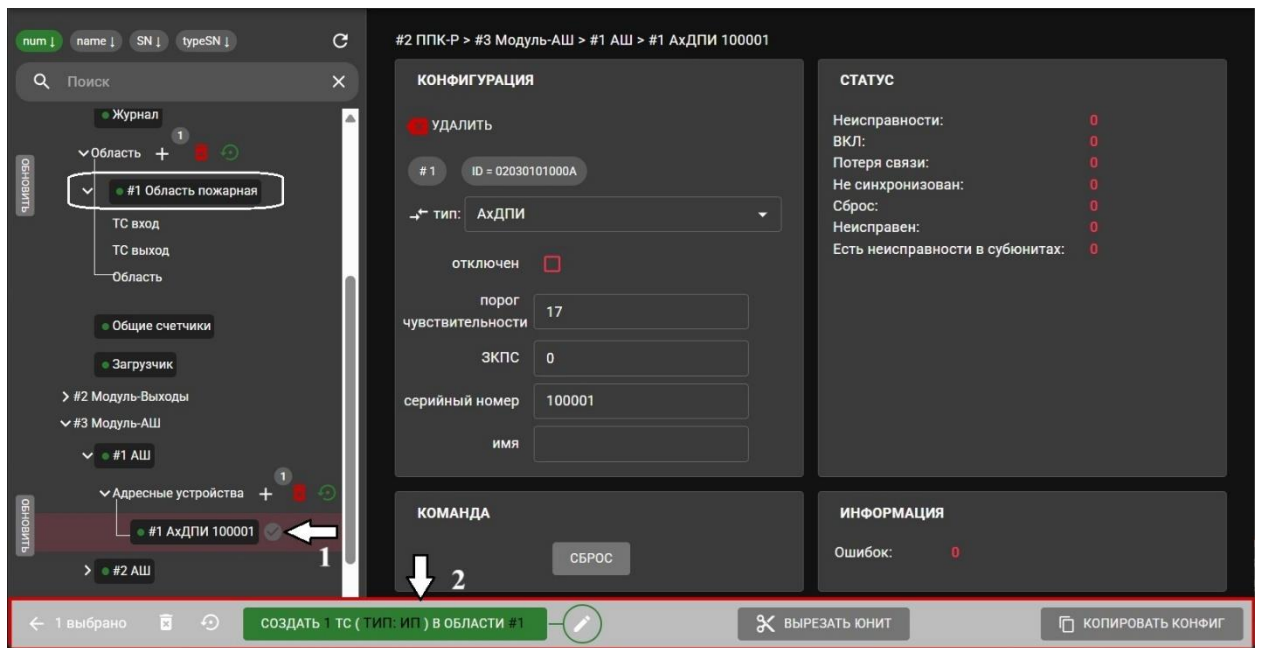

Рисунок 79
2. Нажать зеленую кнопку «СОЗДАТЬ 1 ТС (ТИП: ИП) В ОБЛАСТИ #1» (Рис. 79), т. к. необходимо привязать данный извещатель именно к Области № 1.